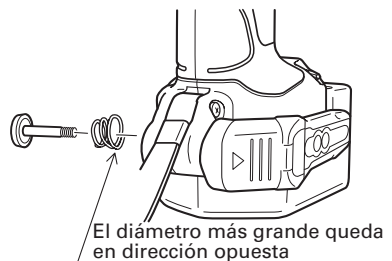

Fig. 8
**NOTA:** Preste atención a la orientación del resorte. El diámetro más grande debe quedar opuesto a usted. (Fig. 8)